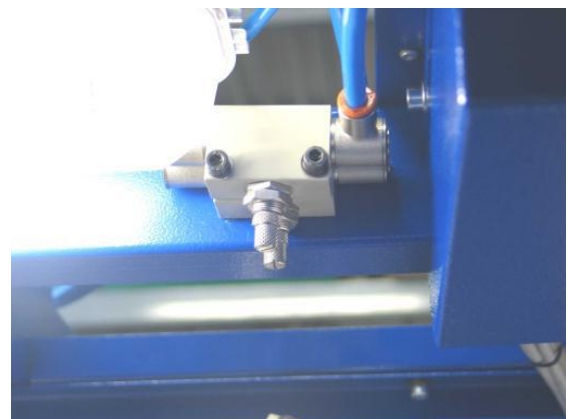

Рисунок 10
4.3. С помощью двух клапанов (Рис. 10) вы можете контролировать скорость перемещения цилиндра. Повернув их по часовой стрелке, вы уменьшите скорость, повернув их против часовой стрелке, вы увеличите скорость. Один клапан обеспечивает направление вверх, второй - вниз.